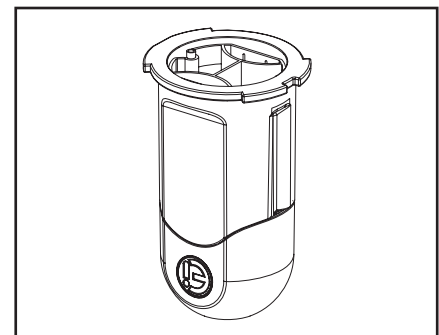

Figura 27. Celda invertida
6. Vuelva a colocar la tapa en la celda y inviertala (ver Figura 27).
7. Con gafas protectoras y guantes, añada una (1) parte de ácido a diez (10) partes de agua y mezclar.
6. Vuelva a colocar la tapa de hibernación (ver Figura 27).